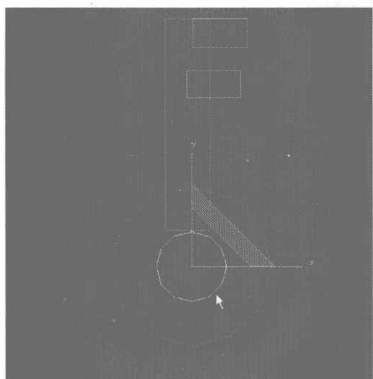

图 4.471
- 03** 选择多边形，在按住 Shift 键的同时用缩放工具将其同比例缩小，在弹出的对话框中依照默认值进行设置即可，效果如图 4.471 所示。